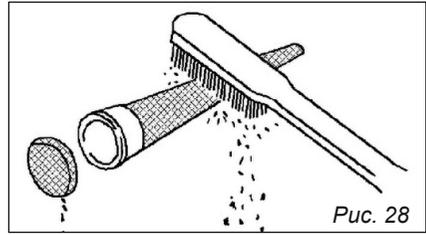

Рис. 28
3. Очистите нагар на экране глушителя и искрогасителя с помощью проволочной щетки, *рис. 28.*